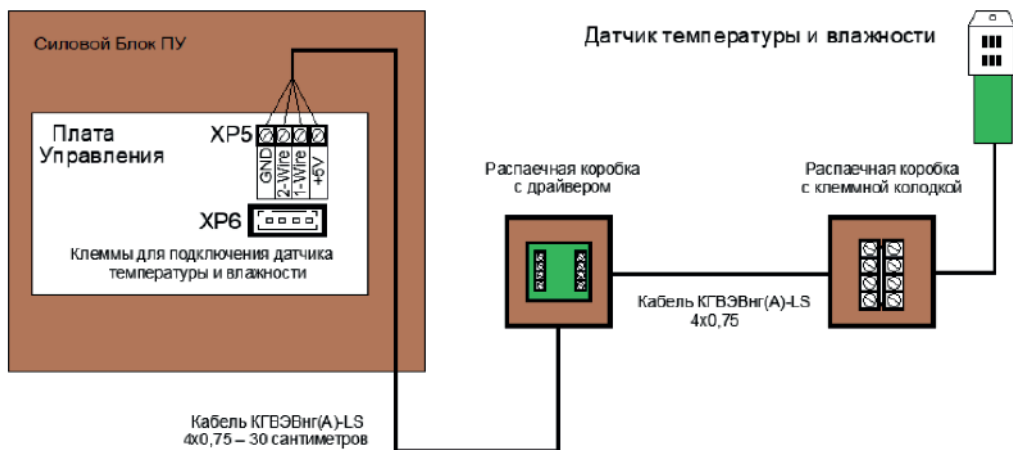

Рисунок 5. Удлинитель кабеля датчика температуры и влажности.
При расположении Силового Блока ПУ на расстоянии более 10 метров и до 55 метров от датчика температуры и влажности, изготовитель, рекомендует использовать «Удлинитель кабеля датчика температуры и влажности», состоящий из усилителя сигнала (драйвера), кабеля КГВЭВнг(A)-LS 4x0,75 до 50 метров, двух распаечных коробок в которые устанавливаются драйвер и клеммная колодка (смотри рис.5). При этом максимальная длина кабеля от Силового блока до драйвера не должна превышать 30 сантиметров.
2.4.3.2 После запуска ПО и появления главной страницы, на экране блока управления отображаются такие параметры как, текущая температура, текущая влажность, выставленная температура, выставленная мощность вентилятора, канала подогревателя пара и индикаторы связи. Убедитесь, что на индикаторах «ТЕМПЕРАТУРА», «ВЛАЖНОСТЬ» появились цифровые значения (если показания равны «0» проверьте правильность подключения датчика температуры и влажности (смотри рис.5; 6; 7).